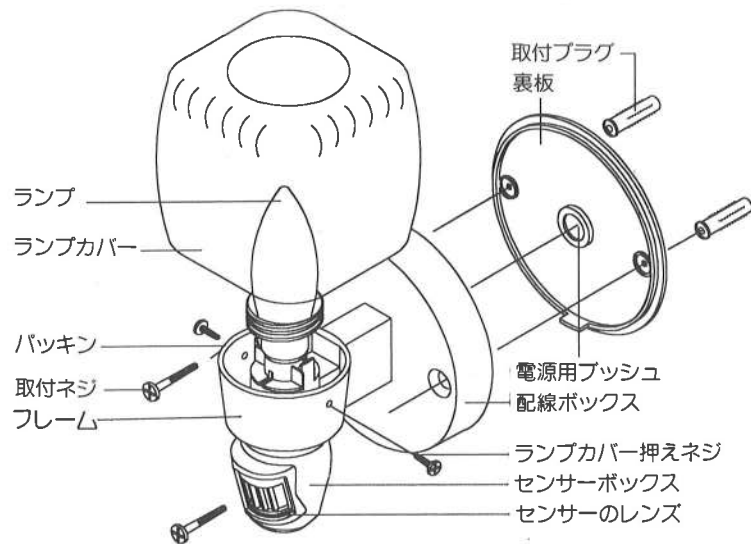

図 6
- 裏板の中央部の電源用ブッシュに穴をあけ電線を通してください。(図 6、7 参照)